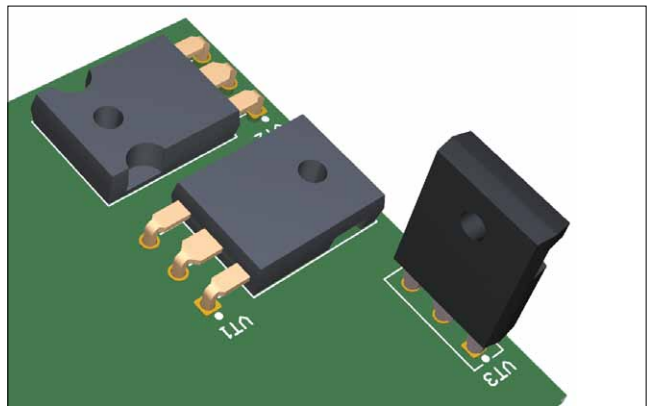

Рис. 4. Варианты формовки одного компонента электроники
- варианты формовки компонентов (рис. 4).
- варианты установки формованных компонентов (*FootPrint*) – аналогично *STEP* (рис. 4);